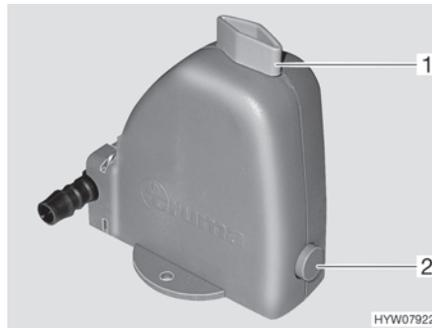

Bild 96 Sicherheits-/Ablassventil
Die Heizung ist mit einem Sicherheits-/Ablassventil (Bild 96) ausgestattet. Das Sicherheits-/Ablassventil verhindert, dass Wasser für die Warmwasserbereitung einfriert, wenn bei Frost die Heizung nicht eingeschaltet ist.
- Sicherheits-/Ablassventil schließen. Dazu den Drehknopf (Bild 96,1) quer zum Sicherheits-/Ablassventil drehen und den Druckknopf (Bild 96,2) hineindrücken.
- Sicherheits-/Ablassventil öffnen. Dazu den Drehknopf (Bild 96,1) längs zum Sicherheits-/Ablassventil drehen. Der Druckknopf (Bild 96,2) springt heraus. Der Brauchwasser-Behälter wird über das Sicherheits-/Ablassventil nach außen entleert.